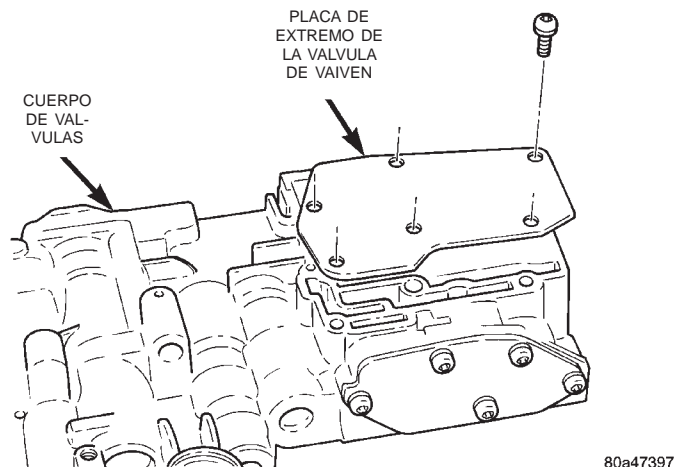

Fig. 55 Placa de extremo de la válvula de vaivén
(20) Coloque la placa de extremo de la válvula de vaivén en su posición en el cuerpo de válvulas (Fig. 55).
(21) Instale los tornillos que fijan la placa de extremo de la válvula de vaivén al cuerpo de válvulas (Fig. 55).